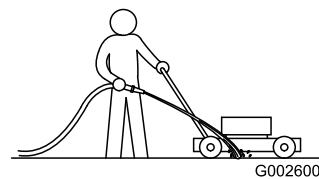

Figura 24
1. Con el motor en marcha sobre una superficie plana pavimentada, dirija un chorro de agua hacia delante de la rueda trasera derecha (Figura 24).